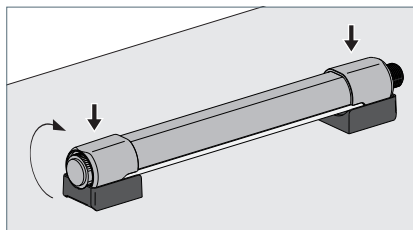

Fig. 11: Montare l'apparecchio d'illuminazione
- Ruotare l'apparecchio d'illuminazione lungo i supporti di almeno 90° in modo che le alette di bloccaggio dei supporti scorrano nelle scanalature delle parti laterali dell'apparecchio, vedi Fig. 11.